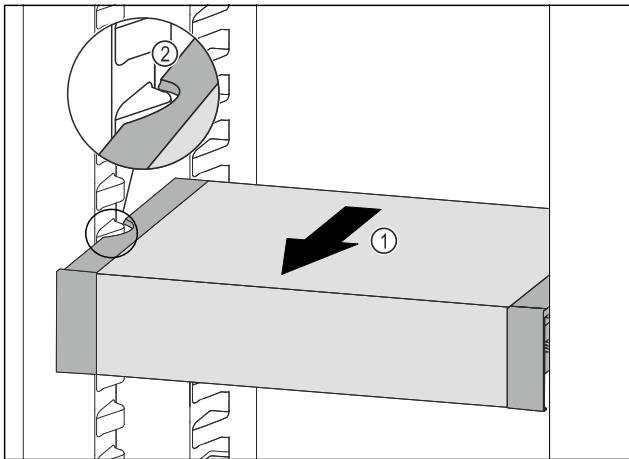

Fig. 187
- VarioSafe nach vorne ziehen Fig. 187 (1), bis sich die seitlichen Aussparungen des VarioSafes auf Höhe der Behälterrippe im Kühlteil befinden. Fig. 187 (2)